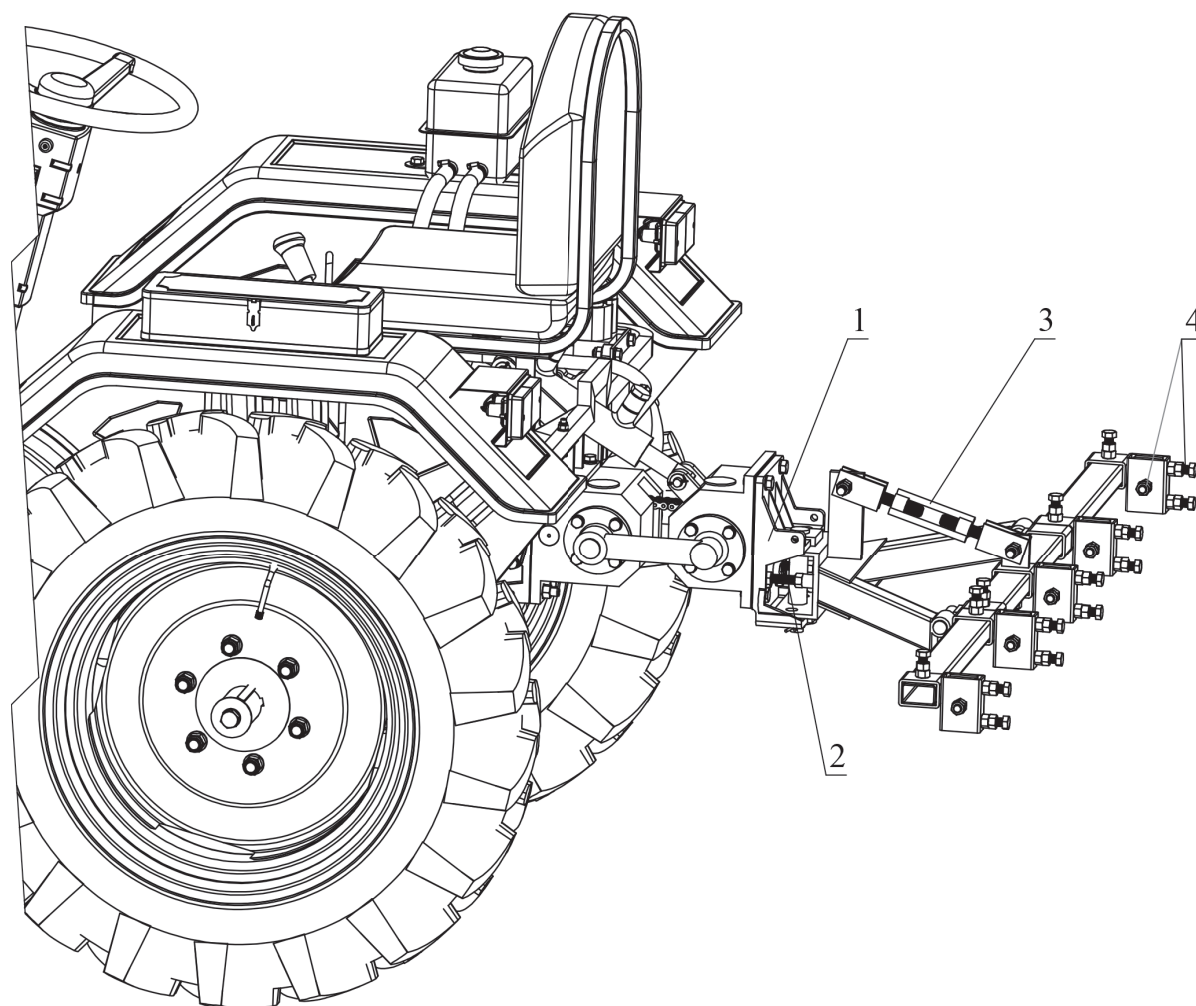

Рисунок 2.
Тройная сцепка крепится к заднему сцепному устройству мотоблока или мини-трактора (рис.2, поз.1) и фиксируется пальцем, входящим в комплект поставки мини-трактора/мотоблока.
Для предотвращения вращения в горизонтальной плоскости зафиксируйте положение тройной сцепки с помощью стопорных болтов М12 (рис.2, поз.2):
- Для изменения угла атаки навесного оборудования необходимо вращать талреп (рис.2, поз.3) по часовой стрелке, или против часовой стрелки. Диапазон регулировки $\pm 30^\circ$
- Для регулировки глубины обработки необходимо ослабить болты (рис.2, поз. 4), выставить необходимую глубину навесного оборудования и затянуть фиксирующие болты.